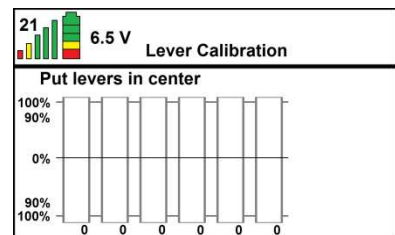

Figure: 19
- Appuyez sur la touche (✓) et vous arrivez dans l'écran suivant. Put levers in center apparaît. Laissez tous les leviers dans leur position centrale, n'en actionnez aucun. (Voir Figure 19).